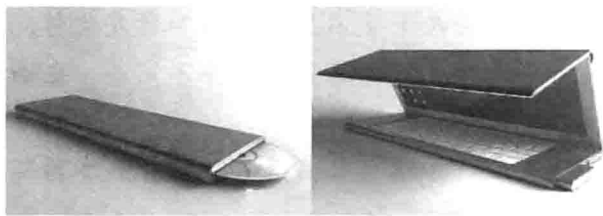

图1-4 折叠式笔记本电脑
③ 折叠式笔记本电脑。设计师 Niels van Hoof 设计了一款全新的折叠式笔记本电脑——Feno, 它除了能像普通电脑一样将键盘与屏幕折叠外, 柔性 OLED 屏幕的加入使它还可以从中间再折叠一次。这样使它更加小巧、携带方便。它还配备了一个弹出式无线鼠标, 轻轻一按, 即能弹出使用, 如图 1-4 所示。